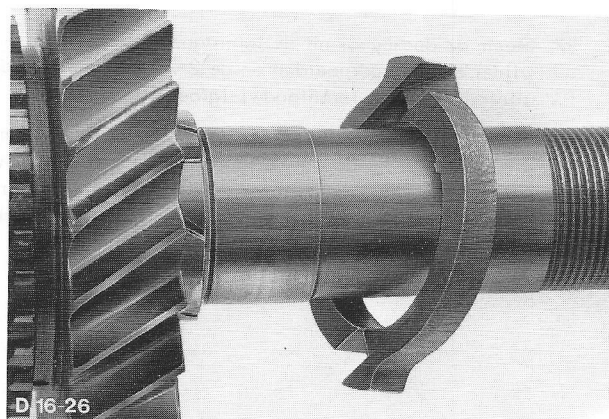

Fig.99 Olieschepring met oliegroef naar tandwiel gekeerd.
29. Monteer de synchroniseerring, tezamen met het 1e versnellingsstandwiel en de olieschepring; de groef in de olieschepring moet naar het tandwiel zijn gekeerd (fig.99).